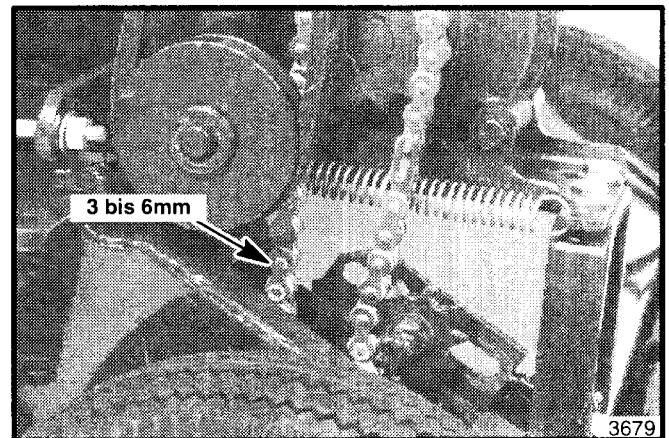

Abbildung 13. Kettenspannung
5. Die Kette durch Verstellung des Spannritzels straffen, bis nur 3 mm bis 6 mm (1/8 bis 1/4 Zoll) Durchbiegung der Kette auf der dem Spannritzel gegenüber liegenden Seite vorhanden sind (siehe Abbildung 13). Die Befestigungsteile des Spannritzels wieder anziehen.